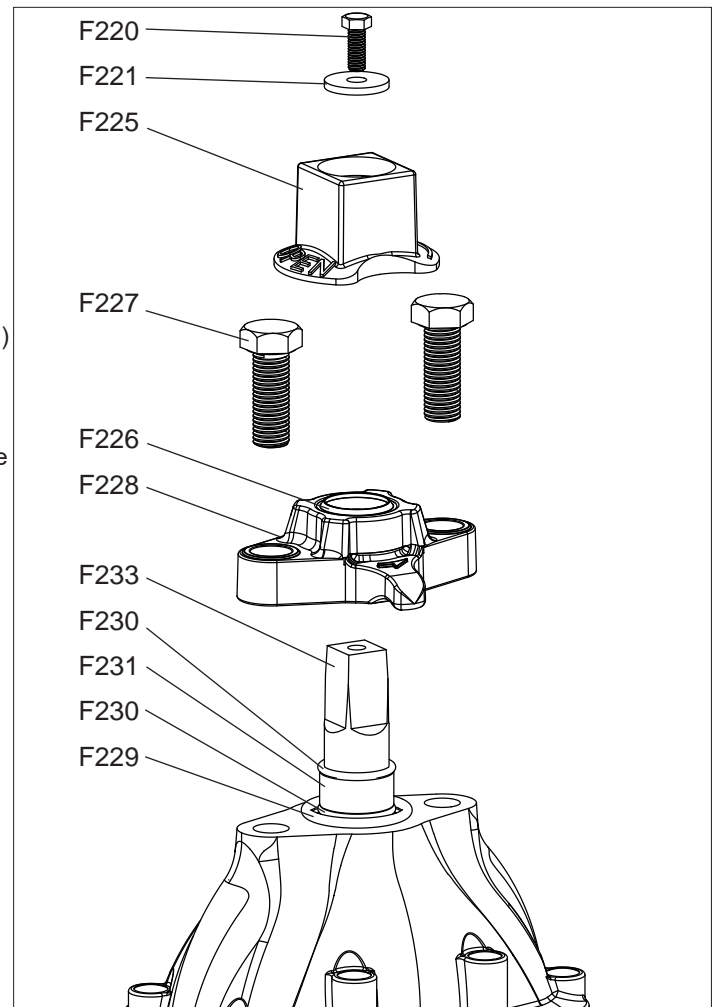
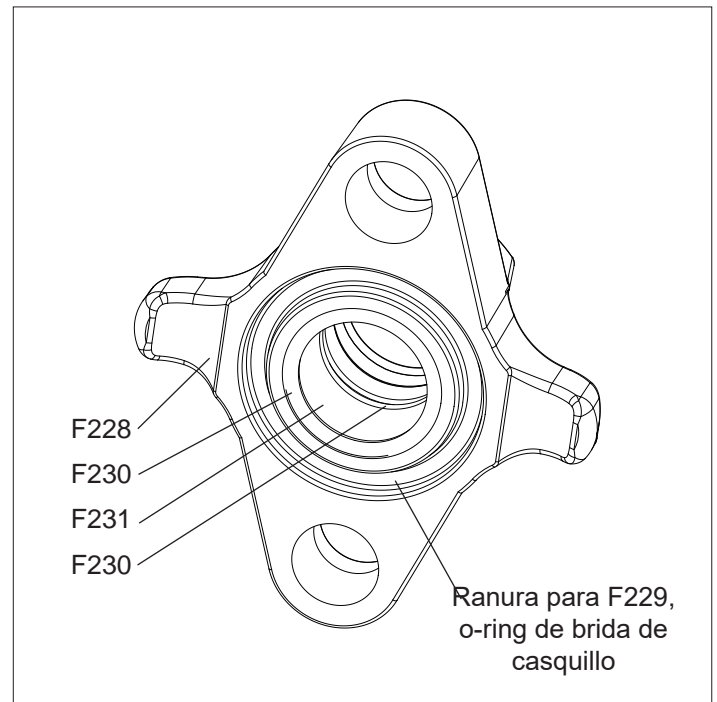

Fig. 4A
Fig. 4B
4. Al realizar el paso 3, verifique la ubicación de los o-rings del sello del vástago superior, cantidad 2, (F230) y el buje del sello del vástago (F231). Pueden estar ubicados en el vástago (F233), (Ver Fig. 4A), o en el escariado de la brida del casquillo (F228), (Ver Fig. 4B).
5. Hay una ranura en la parte inferior de la brida del casquillo (F228), para el o-ring del casquillo (F229). (Ver Fig. 4B)